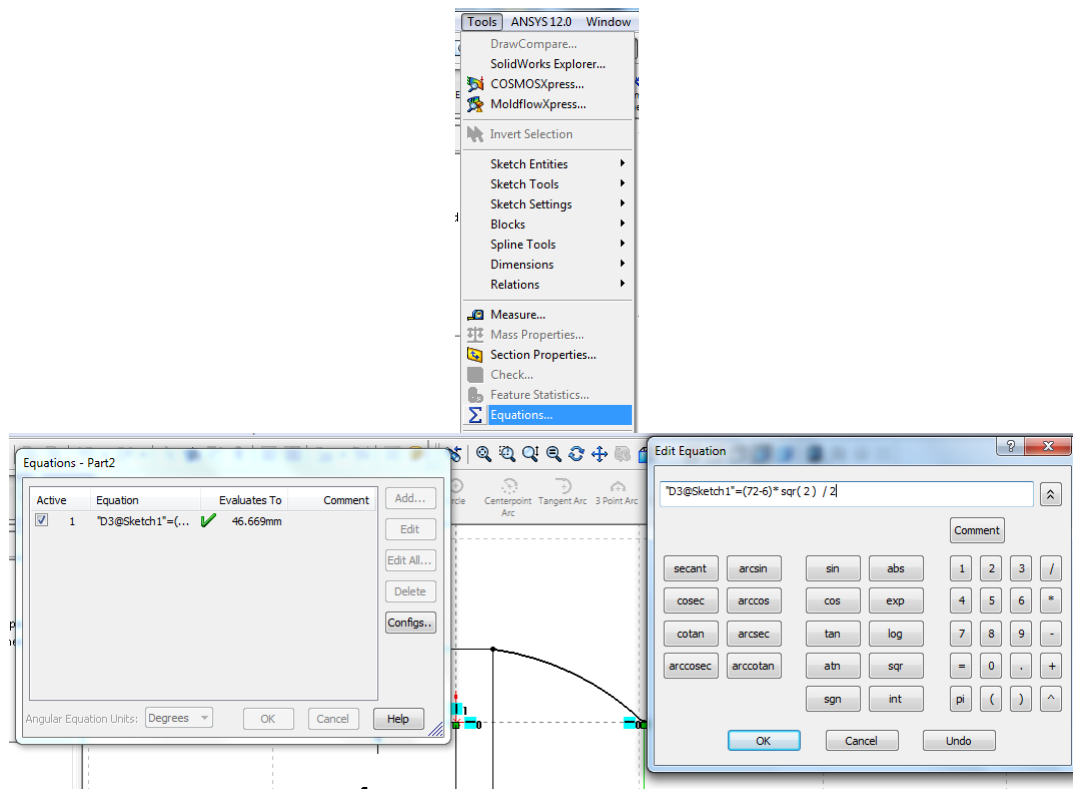

Рис. 6.2.3. Рівняння для першого ескізу
3. Розмір 25.62 визначте за допомогою інструменту УРАВНЕННЯ як показано на рис. 6.2.3